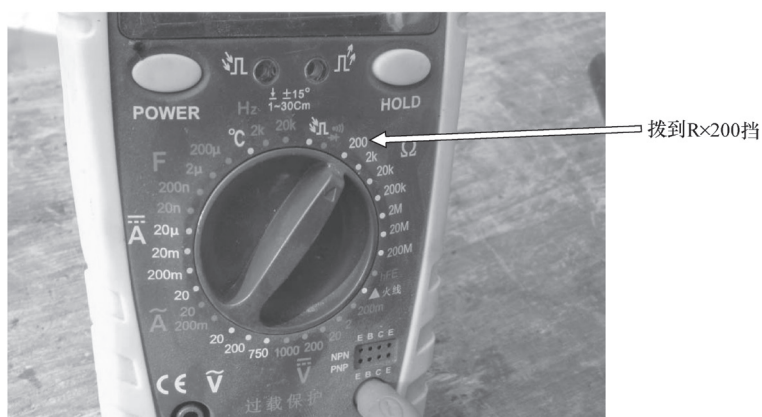
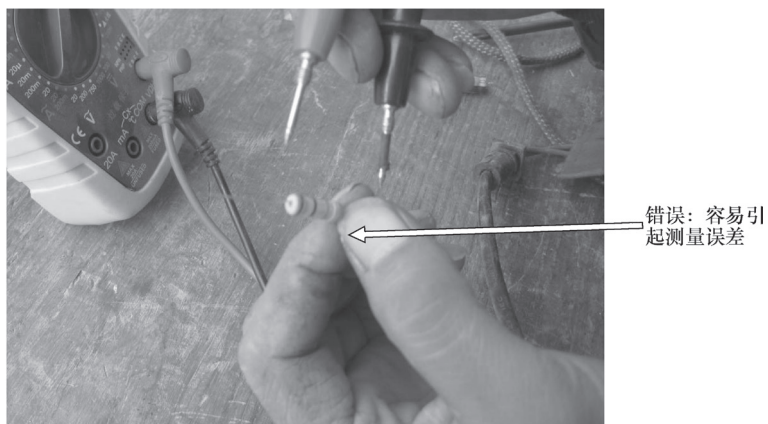

图 2-24 选择 $R \times 200$ 挡
图 2-25 错误的握法
- 4) 根据电阻器的标称阻值选择合适的量程。数字式万用表调到“200”挡，如图 2-24 所示，指针式万用表调到“ $R \times 10$ ”挡。
5) 将万用表的红、黑表笔分别搭在电阻器两端引脚上, 如图 2-24 所示。观察表盘, 记录所测得的电阻器阻值 R 。需要注意的是, 手指切勿同时碰到万用表的两只表笔或者电阻器的两个引脚, 如图 2-25 所示。